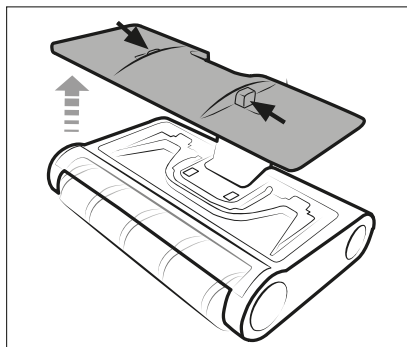

Fig. 9
- 2) Appuyez sur les deux boutons de déverrouillage du couvercle **14** du réservoir d'eau sale **13** et retirez le couvercle **14** du réservoir d'eau sale **13** (voir fig. 9).